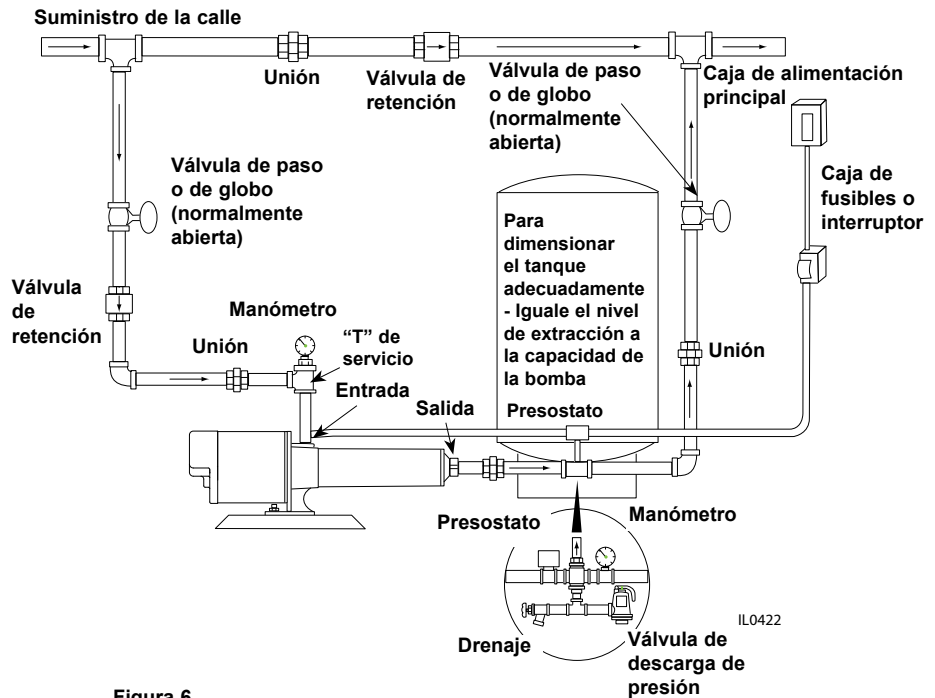

Figura 6
3. Instale una válvula de retención como aparece en la Figura 6. Verifique que las flechas indicadoras de flujo en la válvula de retención apunten en la dirección del flujo de agua.
1. La instalación de un manómetro en el tubo de entrada cerca del puerto de entrada (vea la Figura 6) indicará si hay un suministro adecuado de agua a la bomba. Vea la sección Funcionamiento - Cebado, Instalaciones elevadoras de presión